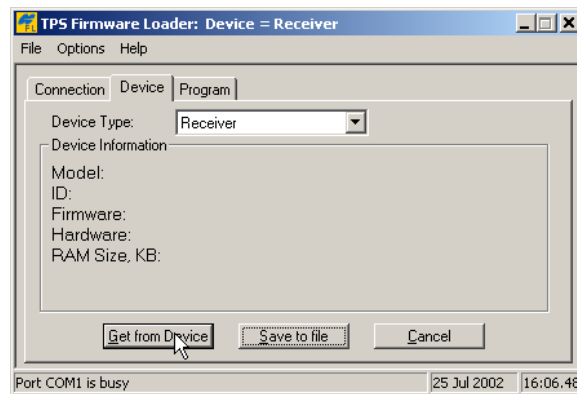

Figure 4-19. Defina o Tipo de Dispositivo
7. Clique em **Get from Device** para informações sobre o dispositivo (Fig 4-19).